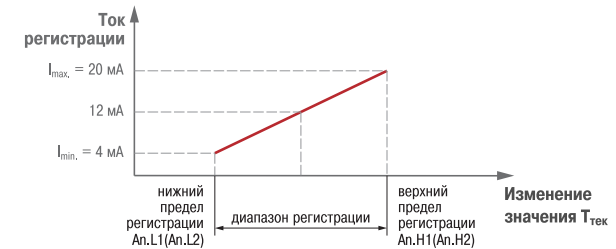

Рис. 10
3.1.5.2.2. При работе в **режиме регистратора** (**dAC1(dAC2)=Pv**). ЛУ сравнивает входную величину с заданными значениями и выдает на соответствующее выходное устройство аналоговый сигнал в виде тока 4...20 мА, который можно подавать на самописец или другое регистрирующее устройство. Принцип формирования тока регистрации показан на **рис.10**.